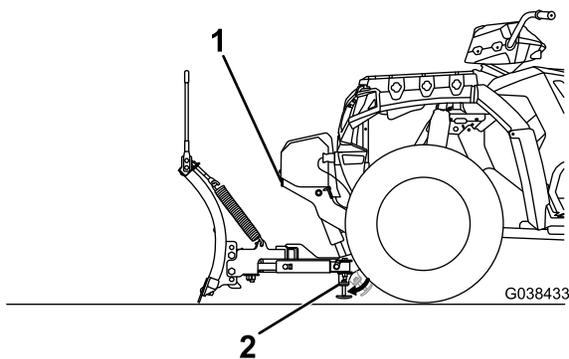

Bild 20
- Den Haltegriff des Ständers nach außen ziehen und den Ständer absenken (Bild 20).